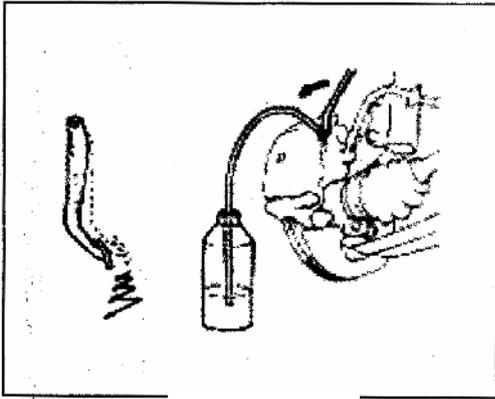

Рис. 622
- 3) Нажмите на педаль тормоза несколько раз и удерживайте ее в нажатом положении, затем выверните штуцер на  $1/3 - 1/2$  оборота (Рис. 622).